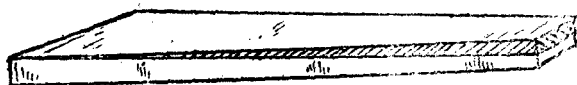

图 8
(2) 量出翼尖的厚度，从翼根前、后緣到翼尖連一直綫，将多余部分削去（见图8）。再用砂紙打磨光滑。要注意左、右两个机翼是否做得对称、一致。